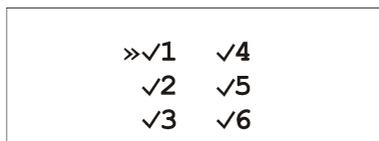

Рисунок 4.12 - Экран выбора номеров диагностируемых каналов
3. В меню "Каналы" (рис. 4.12) клавишами Δ, ∇ выбрать номера каналов участвующих в диагностике (установить флажок) при помощи клавиши \checkmark .